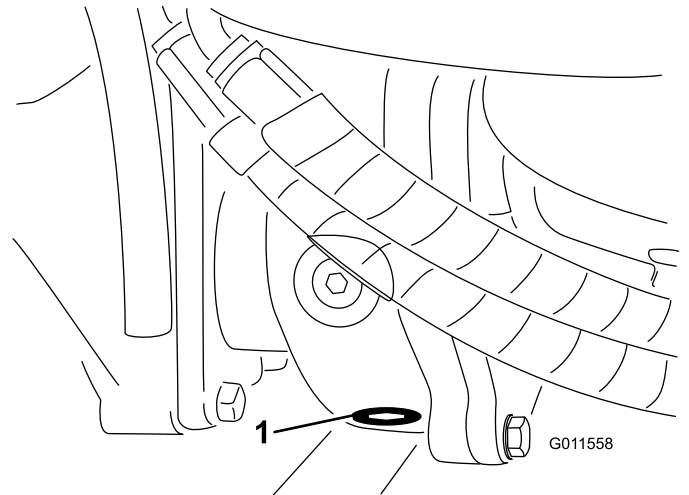

Figure 66
- Nettoyez la surface autour du bouchon de vidange au bas du boîtier d'engrenages (Figure 66).